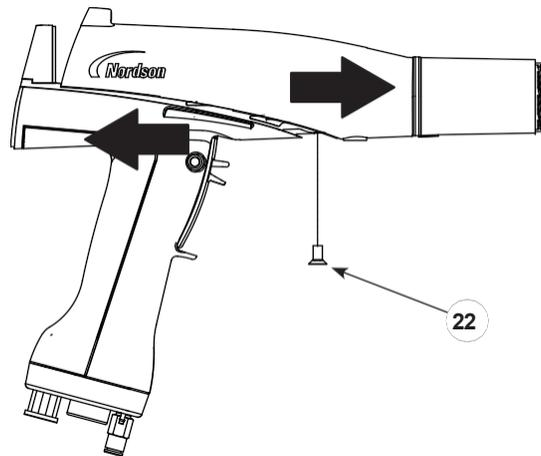

Figure 13 Retrait du corps du pistolet de la poignée
4. Voir la figure 13. Retirer la vis en nylon noir (22) du corps du pistolet.